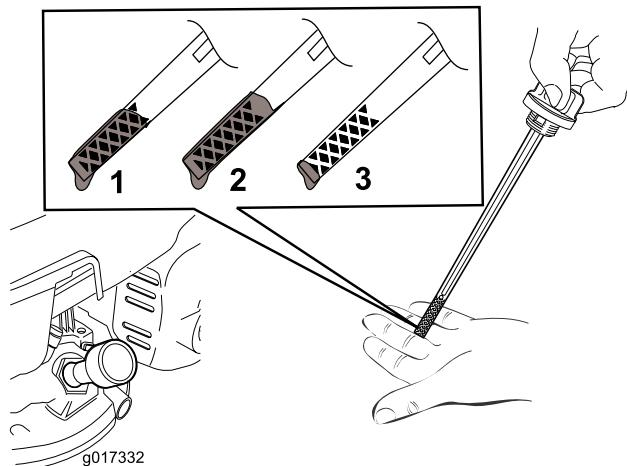

Figura 6
2. Retire a vareta do óleo (Figura 6).
Nota: Encha o cárter do motor com óleo até a vareta indicar que o nível de óleo do motor está correto, como se mostra na Figura 6. Se encher demasiado o motor com óleo, retire o óleo em excesso, como se mostra na Substituição do óleo do motor \(página 16\).